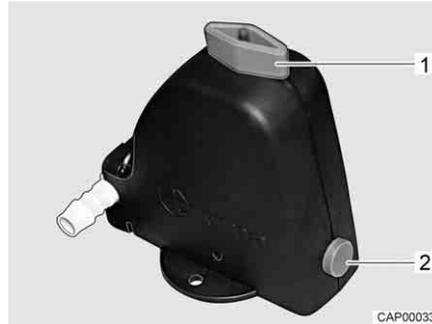

Fig. 246 Válvula de seguridad/purga (Truma)
- Abrir la válvula de seguridad/purga (Truma). Para ello, girar el botón giratorio (Fig. 246,1) a la posición longitudinal en referencia a la válvula de seguridad/purga. El botón (Fig. 246,2) salta hacia fuera.